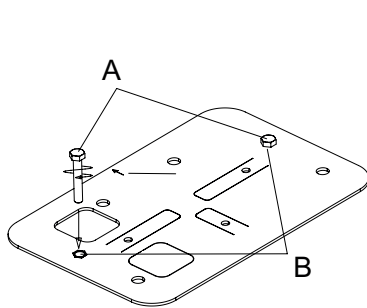

Fig. 4A
- Introduzca y apriete a tope los tornillos M8x50 (ref. A) en los correspondientes insertos roscados (ref. B) de la placa (Fig. 4A).